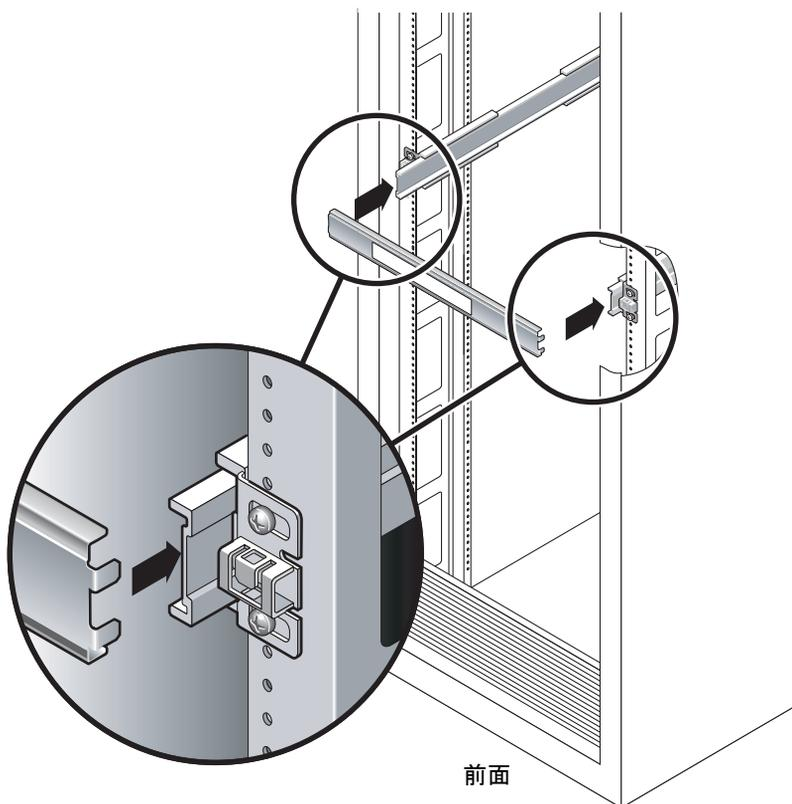

図 2-7 スライドレールの間隔ツールを使用したスライドレール間の間隔の調整
- a. ラックの背面で、左のスライドレールの中央セクションの端の溝に、間隔ツールの左側を挿入します (図 2-7)。